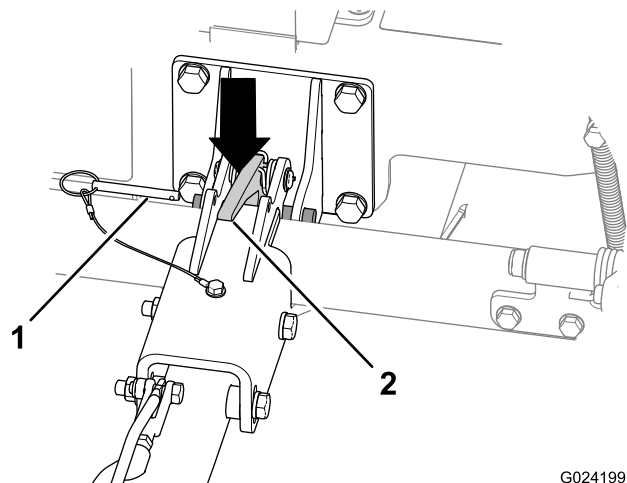

Bild 27
- A. Entfernen Sie den Arretierbolzen (**Bild 27**).
- C. Drücken Sie den Anbauvorrichtungsriegel nach unten, um die Anbauvorrichtung auszuhaken (Bild 27).